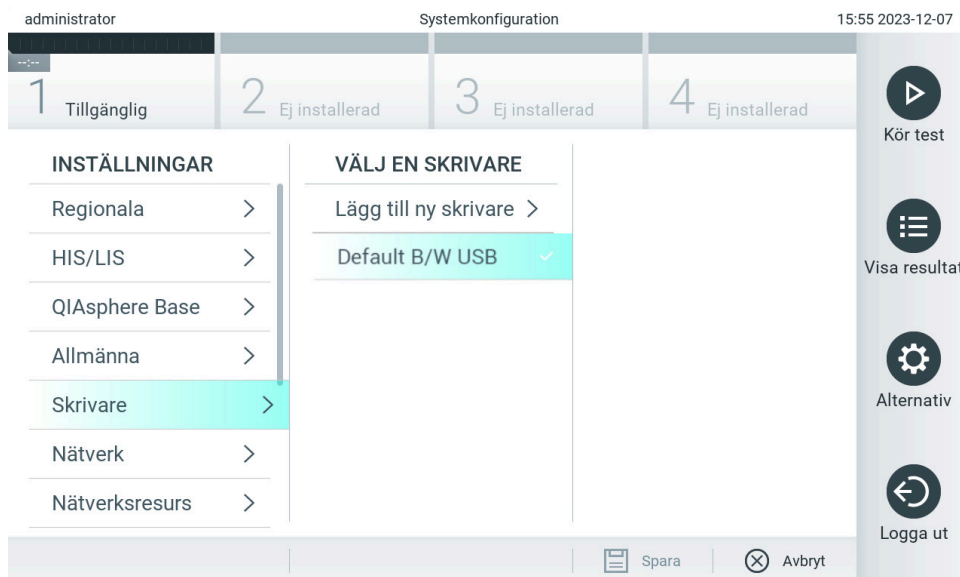

Bild 66. Välj en systemskrivare.
8. Välj en skrivare från listan med tillgängliga skrivare (bild 66).